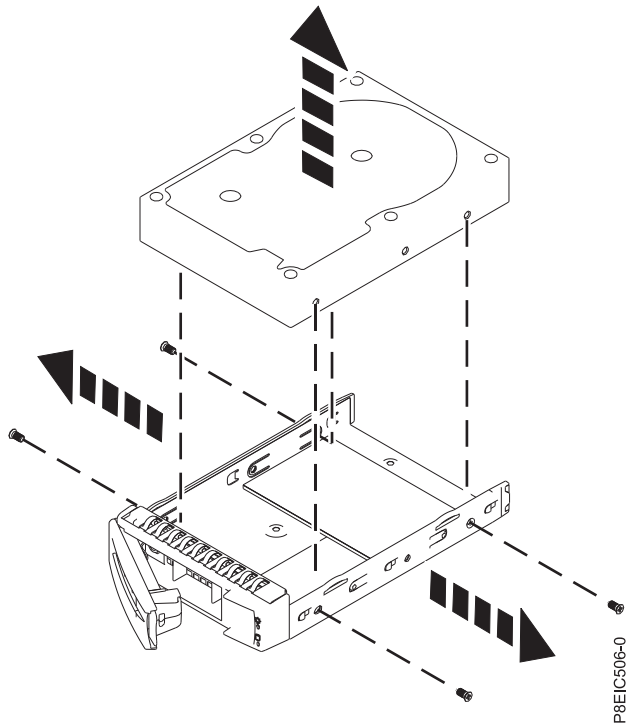

Figura 57. Extracción de la unidad de 3,5 pulgadas de la bandeja
- Para una unidad de 3,5 pulgadas, quite la unidad de los laterales de la bandeja quitando cuatro tornillos, (2 en cada lado), tal como se indica en Figura 57 en la página 92.